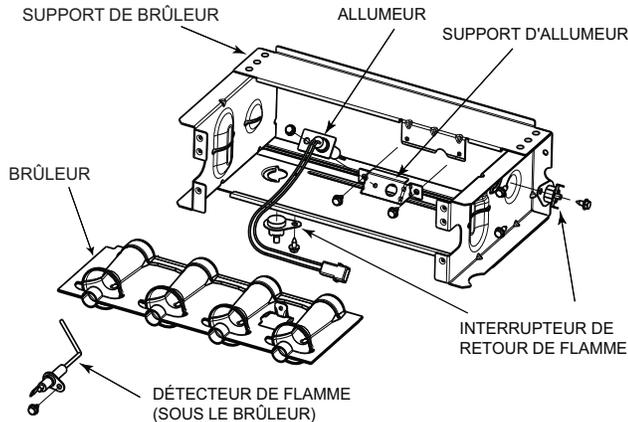
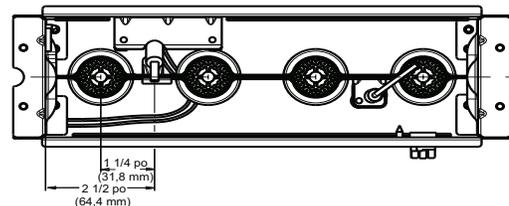
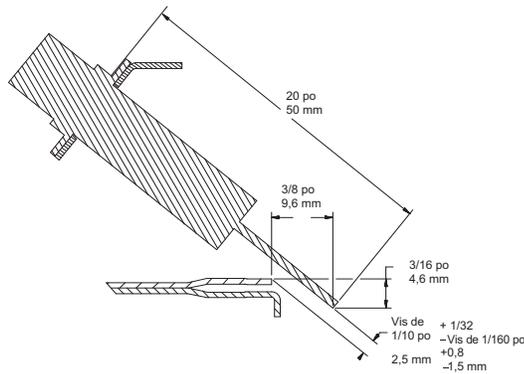

Fig. 68 – Ensemble du brûleur
Fig. 69 – Position de l'allumeur – vue du haut
Fig. 70 – Position de l'allumeur – vue latérale
Consultez le Fig. 68.
- Vérifiez l'alignement de l'allumeur. Consultez la Fig. 68, la Fig. 69 et la Fig. 70.
L'allumeur n'a **PAS** besoin d'une inspection annuelle. Vérifiez la résistance de l'allumeur avant son retrait. Consultez la Fig. 68, la Fig. 69 et la Fig. 70.
- a. À l'aide d'un tournevis 1/4 po, retirez les deux vis qui fixent le support de fixation de l'allumeur à l'ensemble de brûleur. Voir la Fig. 68.
7. Rebranchez le faisceau de l'allumeur sur l'allumeur en disposant les fils de façon à vous assurer qu'il n'y a aucune tension sur l'allumeur lui-même. Consultez la Fig. 68.